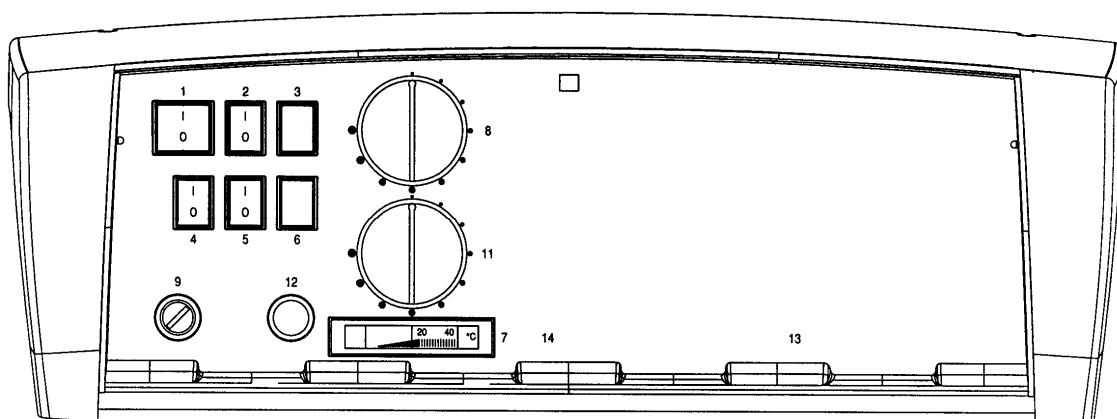

Fig. 4
5.3.1 PANNELLO COMANDO OPZIONALE (Fig. 4)